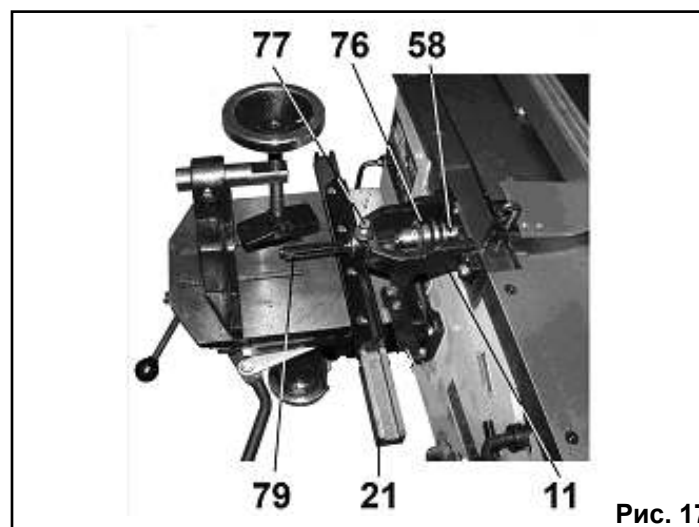

Рис. 17
8.2.19. На конус рабочего вала (58) надёжно установите сверлильный патрон (76), Рис. 17.
8.2.20. Как показано на Рис. 17, установите и закрепите болтовым соединением держатель пазовальной насадки (11).
8.2.21. В сверлильном патроне (76) закрепите сверло пазовальной насадки (79), долото пазовальной насадки (79) закрепите винтом фиксации (77), Рис. 17.